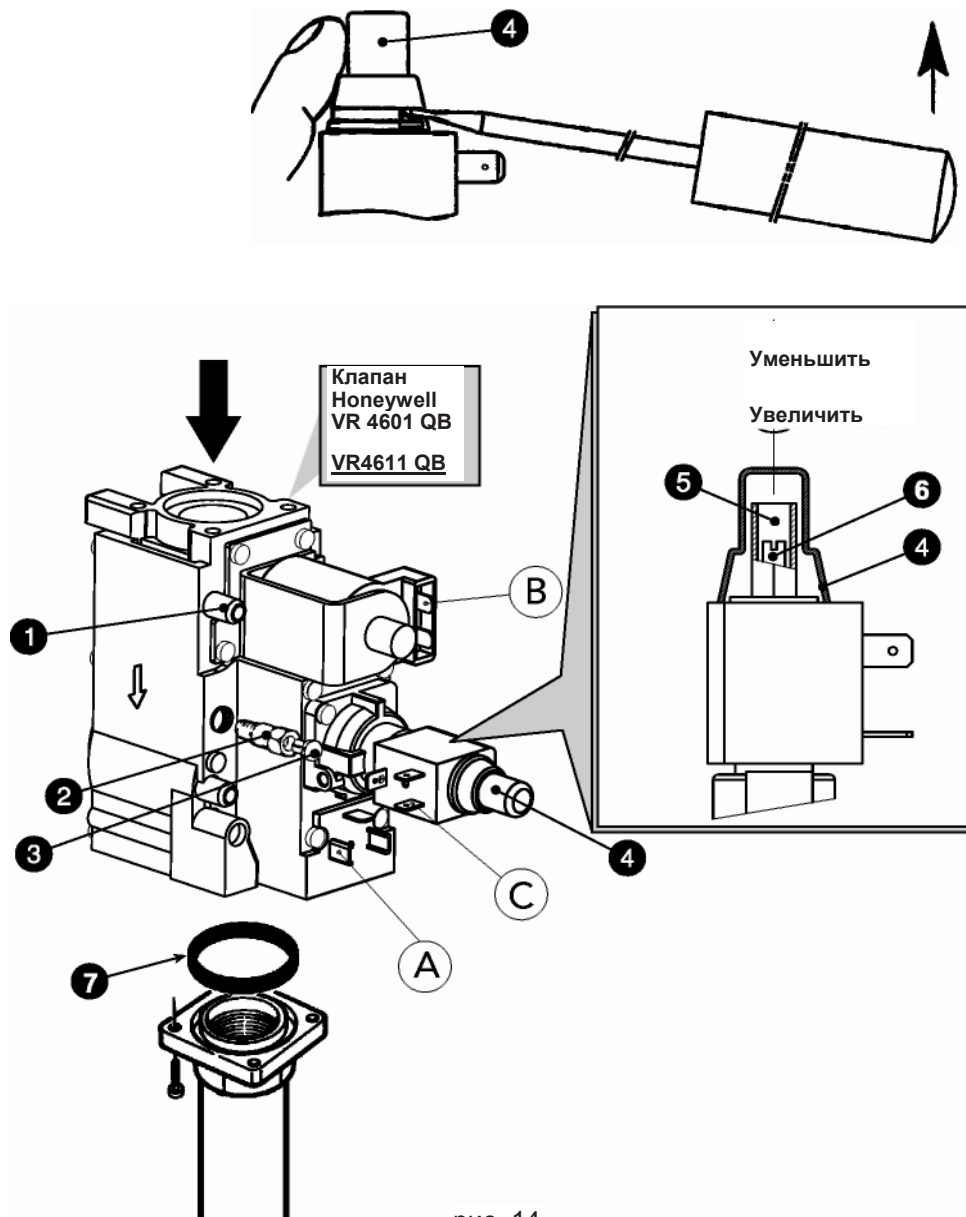

рис. 14
Операции по регулировке давления проводятся на работающем котле при помощи регулятора давления, установленном на 2-этапных клапанах газа (смотри рис. 14).
- 3 Снимите защитную крышку с регулятора давления 4 на рис. 14.
- 1 Медленно поверните по часовой стрелке рукоятку термостата регулировки до 1-го щелчка; газ будет подаваться через клапан только на соединения А и В (смотри рис. 14).
- 2 Поверните винт 6 на рис. 14 и убедитесь, что давление соответствует значениям в таблице технических данных в параграфе 4.3.
- 1 Установите рукоятку термостата регулировки на максимальное значение; газ будет подаваться через клапан на соединения А, В и С (смотри рис. 14).
- 2 Поверните винт 5 на рис. 14 и убедитесь, что давление соответствует значениям в таблице технических данных в параграфе 4.3.
- 2 Снимите с газового клапана маленькую пробку 3 (рис. 14), привинтите к клапану ступенчатый регулятор зажигания 2, входящий в набор переработки, затем снова установите на регулятор пробку 3.
Проведите те же операции, не забыв снять ступенчатый регулятор зажигания 2 на рис. 14 с газового клапана; пробка 3 на рис. 14 должна устанавливаться прямо на клапан.